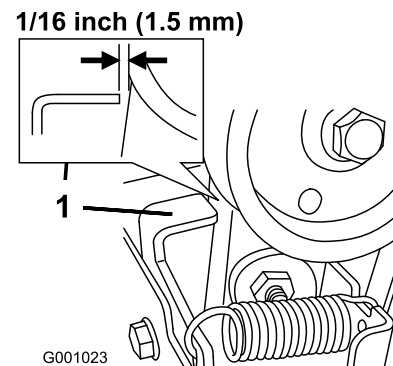

Figure 42
3. Lorsque le levier de commande de fraise à neige/turbine est désengagé, vérifiez qu'il existe un écart de 1,5 mm entre l'ensemble embrayage de fraise à neige et la patte (Figure 42).